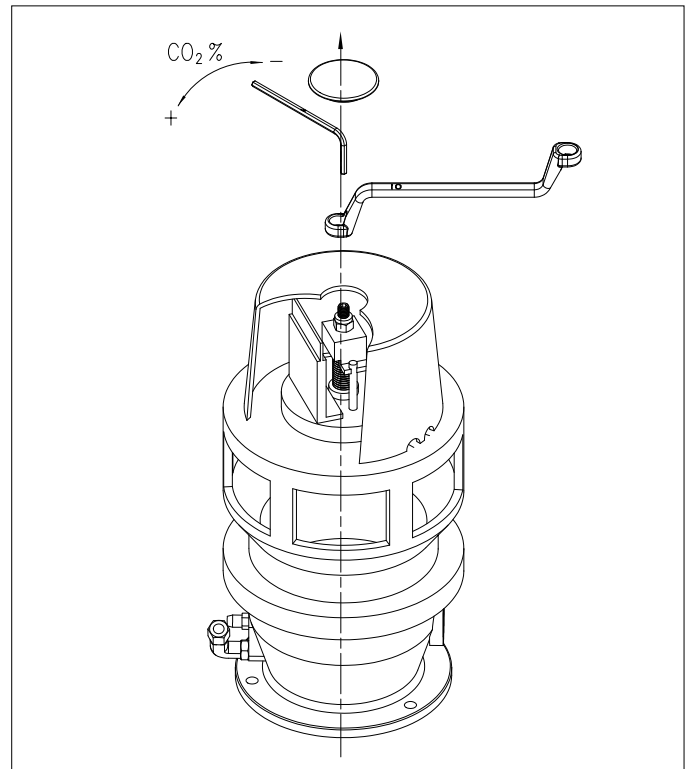

Bild 20 Einstellpunkt CO₂-Gehalt Mischsystem IMS
- 14d. Messen Sie den CO₂-Gehalt (O₂-Gehalt) und vergleichen Sie den Messwert mit dem Wert in der Tabelle 18. Ist der CO₂-Gehalt zu hoch (O₂-Gehalt zu niedrig) dann muss die Einstellschraube (siehe Bild 20) rechtsherum gedreht werden, wobei die Mutter mit Hilfe von einem Ringschlüssel festgehalten werden muss. Ist der CO₂-Gehalt zu niedrig (O₂-Gehalt zu hoch) dann Einstellschraube links herum drehen.